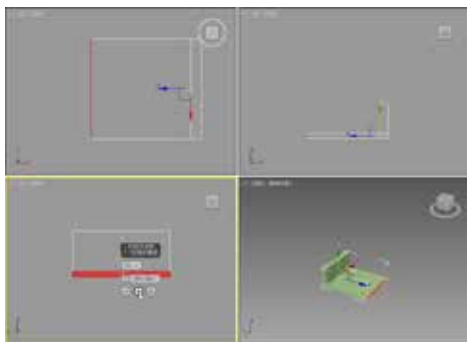

图 2-4 挤出左侧面
STEP 04 设置挤出高度为 650mm，单击“应用并继续”按钮，即可观察挤出的效果，如图 2-4 所示。